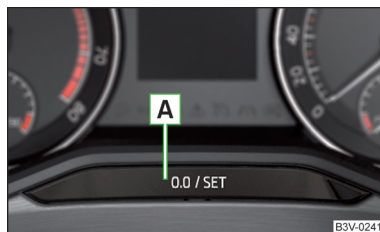

Fig. 43
» Pulse el botón **A** » fig. 43 de la pág. 58.
- » Mantenga pulsada la tecla **A** » fig. 43 hasta que se muestre en la pantalla el punto de menú **Hora**.